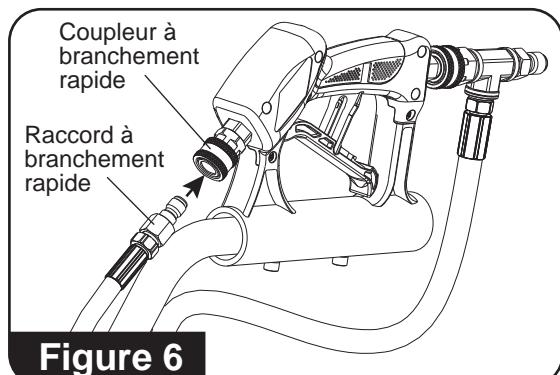

Figure 6
6. Fixez le raccord à branchement rapide au coupleur à branchement rapide (**consultez la figure 6**).